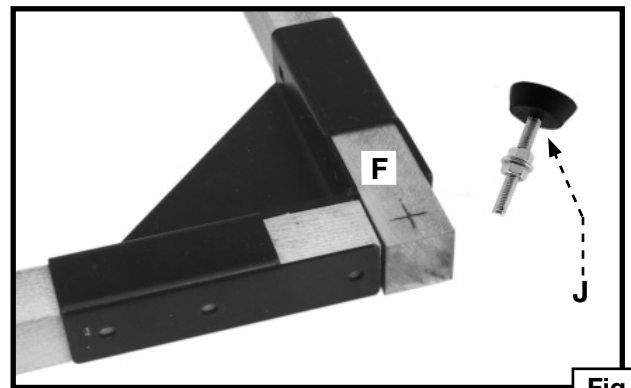

Fig. 9
- En el mismo extremo de la base donde se ubicará el soporte giratorio, mida 19 mm (3/4") desde el extremo y el costado de las dos tablas laterales (F), Fig. 9, (el extremo sin las ruedas). Marque la ubicación donde taladrará los dos orificios de 11,11 mm (7/16") destinados al acople de las dos patas de elevación, uno de las cuales se muestra en el punto (J).